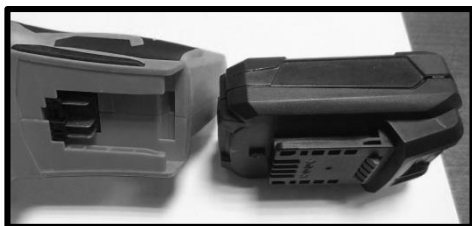

Рис.5
3. Установка аккумулятора (Рис.5, 5а,5b).
Рис.5а